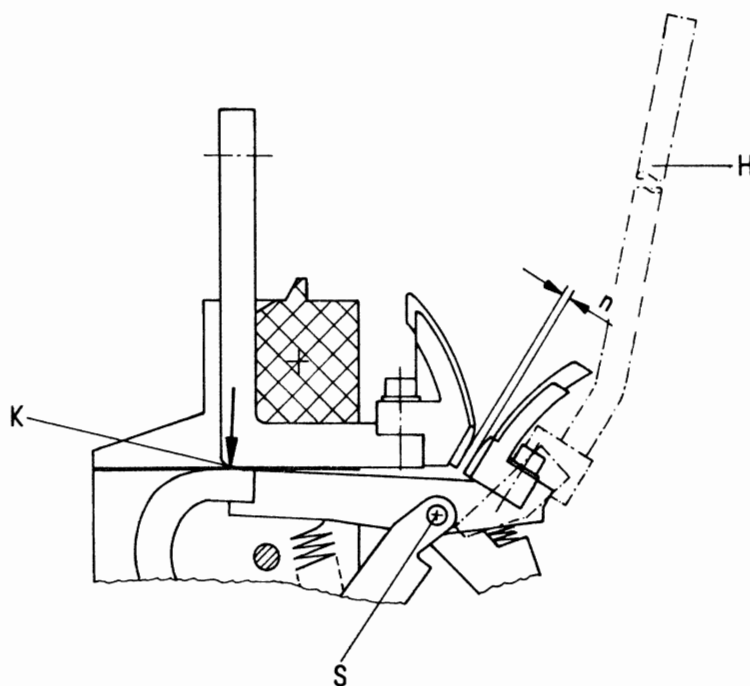

Fig. 109
II. Messung des Nachlaufes (Durchdruckes) der Schaltstücke, siehe Fig. 109
Der Nachlauf „n“ der Schaltstücke ist der Weg, um den man bei eingeschaltetem Schalter die Schaltstücke bis zu einem mechanischen Anschlag K (siehe Fig. 109) auseinanderziehen kann. Diese Messung kann angewendet werden, wenn z. B. bei Schaltern mit Motorspeicherantrieb die Messung des Drehwinkels der Schaltwelle bis Kontaktberührung nicht möglich ist.
- Schaltstücke bis Anschlag K mit aufgestecktem Hebel H (siehe Fig. 109) auseinanderziehen.
- Abstand „n“ (siehe Fig. 109) messen, z. B. mit Fühlerlehre.